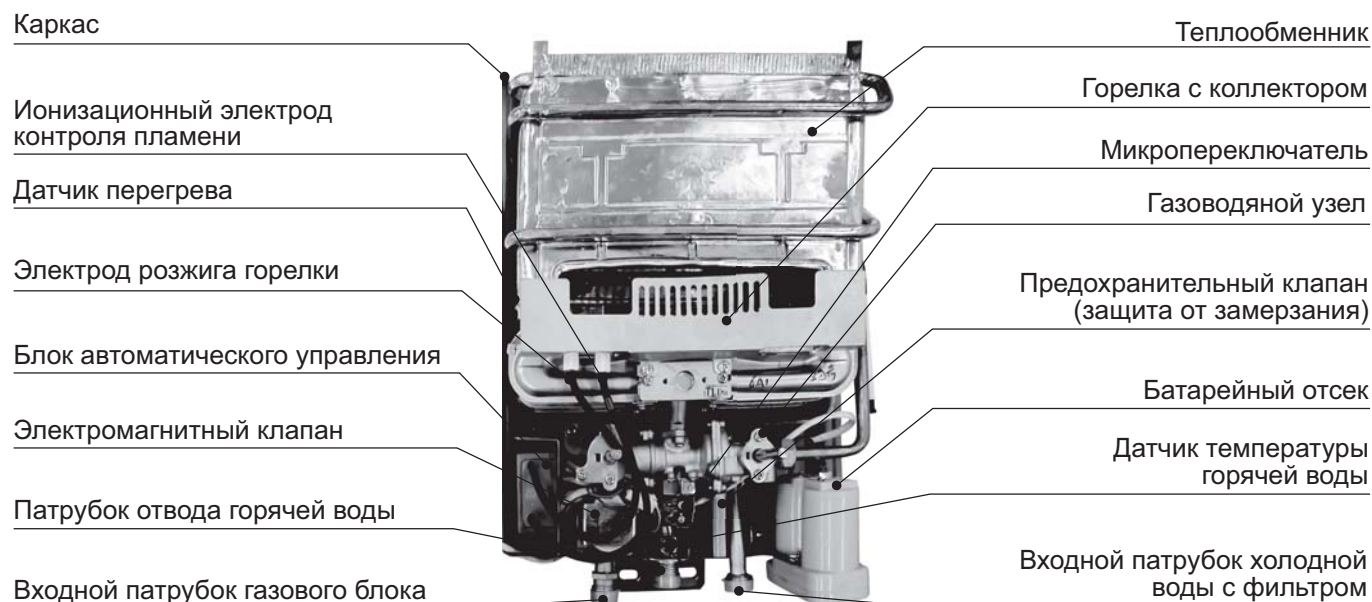

Рис. 2 Внутреннее устройство
**Газо-водяной узел** (см. рис. 2) предназначен для включения аппарата и обеспечения регулирования температуры воды и расхода газа. Узел состоит из двух регуляторов: водяного и газового.
Конструкция водяного регулятора обеспечивает доступ газа к основной горелке только при наличии протока воды, одновременно обеспечивая срабатывание электромагнитного клапана (см. рис. 2).
- При открытии крана горячей воды между электродами электронного розжига и горелкой происходит искровой разряд (см. рис. 2).